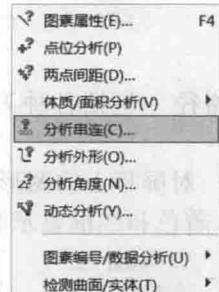

图 1-6 “分析”菜单
(4) 分析 此菜单可对绘图区中绘制的各类图素进行查询，如可以分析点的位置、距离、面积、体积和图素的属性等，下拉菜单如图 1-6 所示。